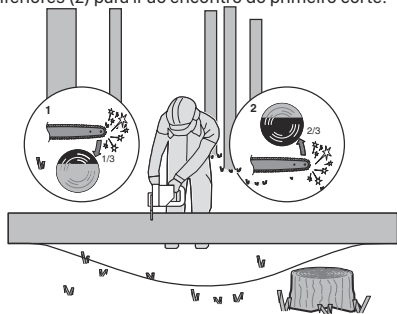

Figura 5
Quando o tronco estiver apoiado em ambas as extremidades, conforme ilustrado na Figura 5, corte  $1/3$  do diâmetro da parte superior (corte superior) (1). De seguida, realize o corte final através do corte superior de  $2/3$  inferiores (2) para ir ao encontro do primeiro corte.